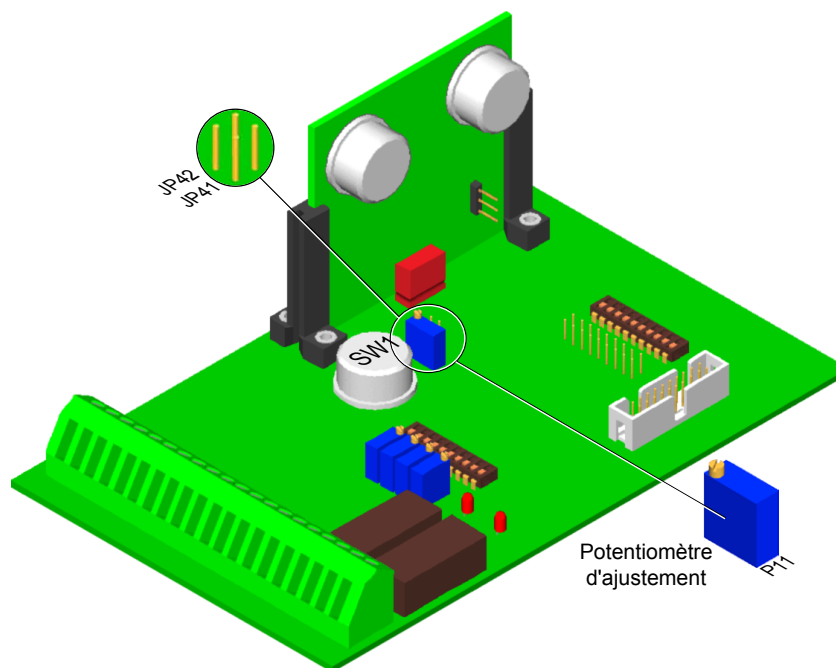

Figure 3-5 Emplacement des éléments d'ajustement pour le coefficient X
- Connecter le cavalier JP41 et enlever les cavaliers JP33 et JP42, montrés à la *figure 3-5*.
4. Le sélecteur SW1 ayant déjà été positionné, ajuster le potentiomètre P11 pour obtenir une tension de sortie U_{EOP} égale à la tension d'entrée U_{OP} , qui est réglée à 1 V, multipliée par le coefficient X, le tout avec une précision de ± 20 mV. Tous ces éléments d'ajustement sont visibles à la *figure 3-5*.